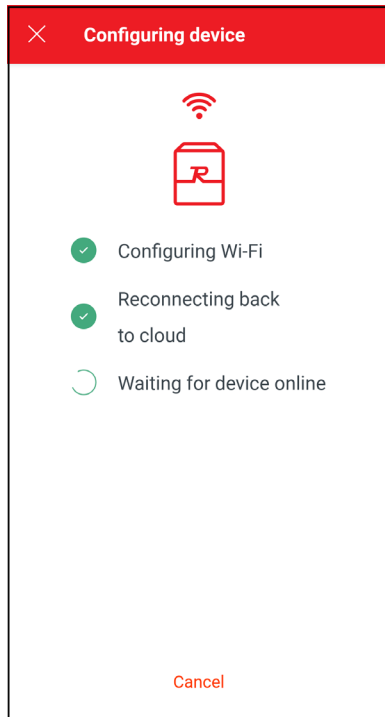

Figure 88. Configuration de l'appareil
6. L'application mobile Raymote transmettra les identifiants réseau Wi-Fi à votre appareil. Voir **Figure 88**.